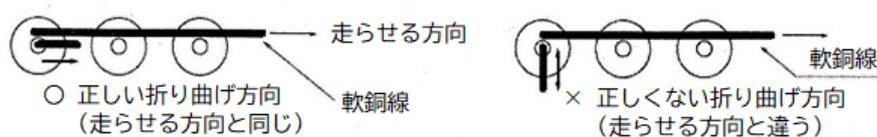

図7 リード線の折り曲げ方向
- ② 抵抗およびコンデンサのリード線の折り曲げ方向は、図7のようにスズメッキ線を走らせる方向とする。